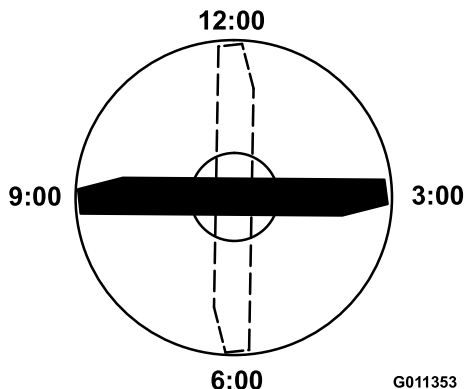

图74
4. 将刀片带标记一端的刀刃放在 12 点钟位置剪草方向的正前方 (图74) 并测量从桌面到刀片刀刃的高度。
5. 将刀片的标记端旋转至 3 点钟和 9 点钟位置 (图74) 并测量高度。